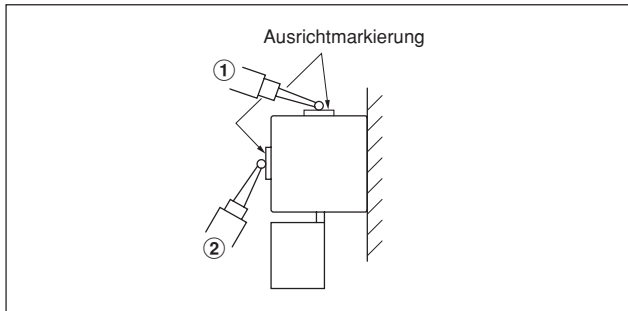

Abb. 3-7 Prüfung der Parallelität zwischen Maßstab und Maschinentischbewegung
Eine Tastermessuhr direkt an der Stelle ansetzen, wo sich die Ausrichtmarkierung (① in der folgenden Abb. 3-7) an der Seite des Maßstabs befindet, und prüfen, ob der Maßstab einwandfrei parallel zur Bewegung des Maschinentisches eingebaut ist.
Die Meßuhr auf das jede Ausrichtmarkierung setzen, wie in ② in Abb. 3-7, um die Parallelität zu messen und den Unterschied in das Ablesen zwischen die Ausrichtmarkierungen zu innerhalb von 0,15 mm ausrichten.